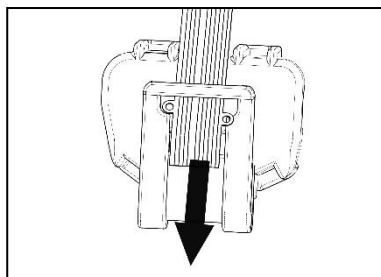

Fig. 5
5. Fügen Sie das Flexkabel der neuen Tastenvorrichtung in den Plastikclip ein (Abb. 5).
5. Insert the flex of the new keypad in the plastic clip (Fig. 5).
5. Inserire il flex della nuova tastiera nella clip plastica (Fig. 5).
5. Insérer le câble plat flexible du nouveau pavé dans le clip en plastique (Fig. 5).